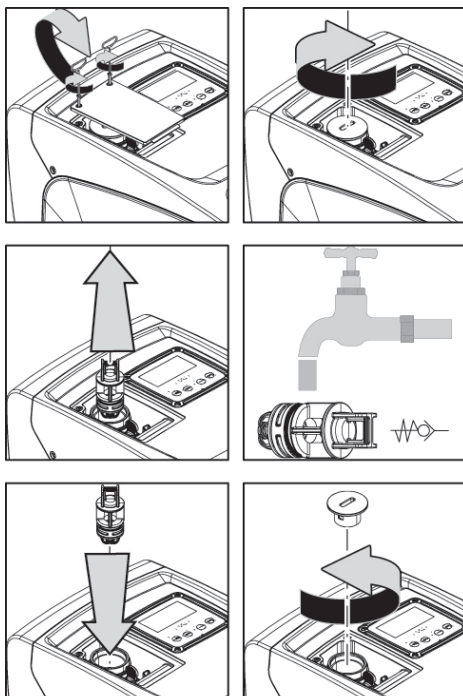

Figure 21
1. retirer la porte d'accès au logement de maintenance extraordinaire (Fig.1 pan F) en dégageant les 2 vis de fermeture à l'aide de l'outil accessoire. Il est conseillé de ne pas retirer entièrement les vis, afin de les utiliser pour extraire la porte. Veiller à ne pas faire tomber les vis dans le système lorsque la porte est démontée (Fig.21);
2. à l'aide d'un tournevis, retirer le bouchon de 1"1/4 afin de pouvoir accéder au clapet de non-retour (Fig.21);
3. à l'aide d'une pince, extraire, sans pivoter, la cartouche du clapet de non-retour en faisant levier sur le pont prévu à cet effet (Fig.21); l'opération pourrait requérir une certaine force ;
5. introduire à nouveau la cartouche complète dans son logement : l'opération requiert la force nécessaire à la compression des 2 joints toriques (Fig.21);
6. visser le bouchon de 1"1/4 jusqu'à la butée : si la cartouche n'a pas été bien enfoncée dans son logement, le vissage du bouchon complète la mise en place (Fig.21);
7. remettre la porte en place et serrer les 2 vis (Fig.21).